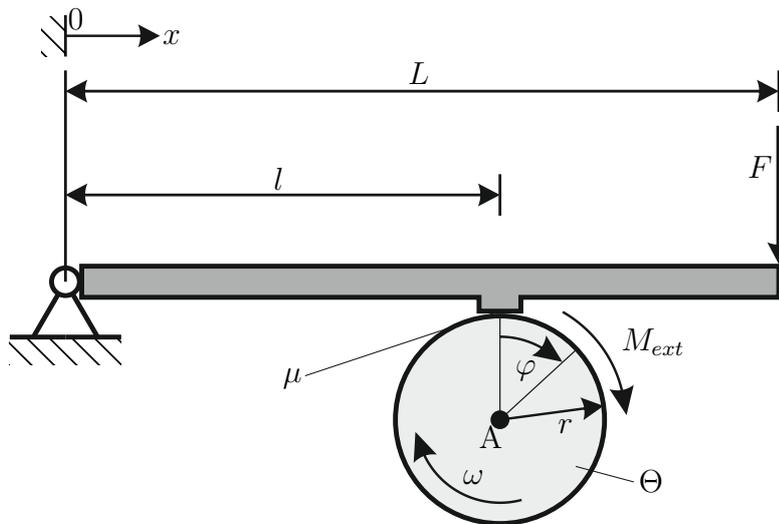

Abbildung 4: Trommel mit Bremshebel.
4. Im folgenden Beispiel wird eine Trommel mit dem Radius r und dem Massenträgheitsmoment Θ betrachtet, siehe Abb. 4. Die Trommel dreht sich mit der Winkelgeschwindigkeit $\omega(t)$ und hat anfangs die Winkelgeschwindigkeit $\omega(t = 0) = \omega_0$. Der Drehwinkel der Trommel ist mit $\varphi(t)$ gegeben, wobei dieser am Anfang gleich Null ist. Die Trommel soll durch einen Bremshebel der Länge L zum Stillstand gebracht werden. Hierbei ist der Bremshebel an der Stelle $x = 0$ drehbar gelagert. An der Stelle $x = L$ wirkt eine externe Kraft F und bei $x = l$ kommt es zu einem reibungsbehafteten Kontakt zwischen dem Hebel und der Trommel. Die Reibung an diesem Kontakt wird durch Gleitreibung mit dem Koeffizienten μ charakterisiert. 8 P. |